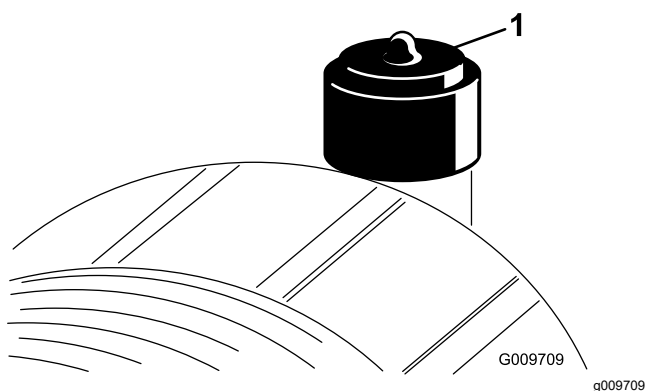

Figura 48
Revise el filtro del limpiador de aire únicamente cuando el indicador de mantenimiento (Figura 48) lo requiera. El cambiar el filtro antes de que sea necesario sólo aumenta la posibilidad de que entre suciedad en el motor al retirar el filtro.
6. Reinicie el indicador (Figura 48) si se ve rojo.